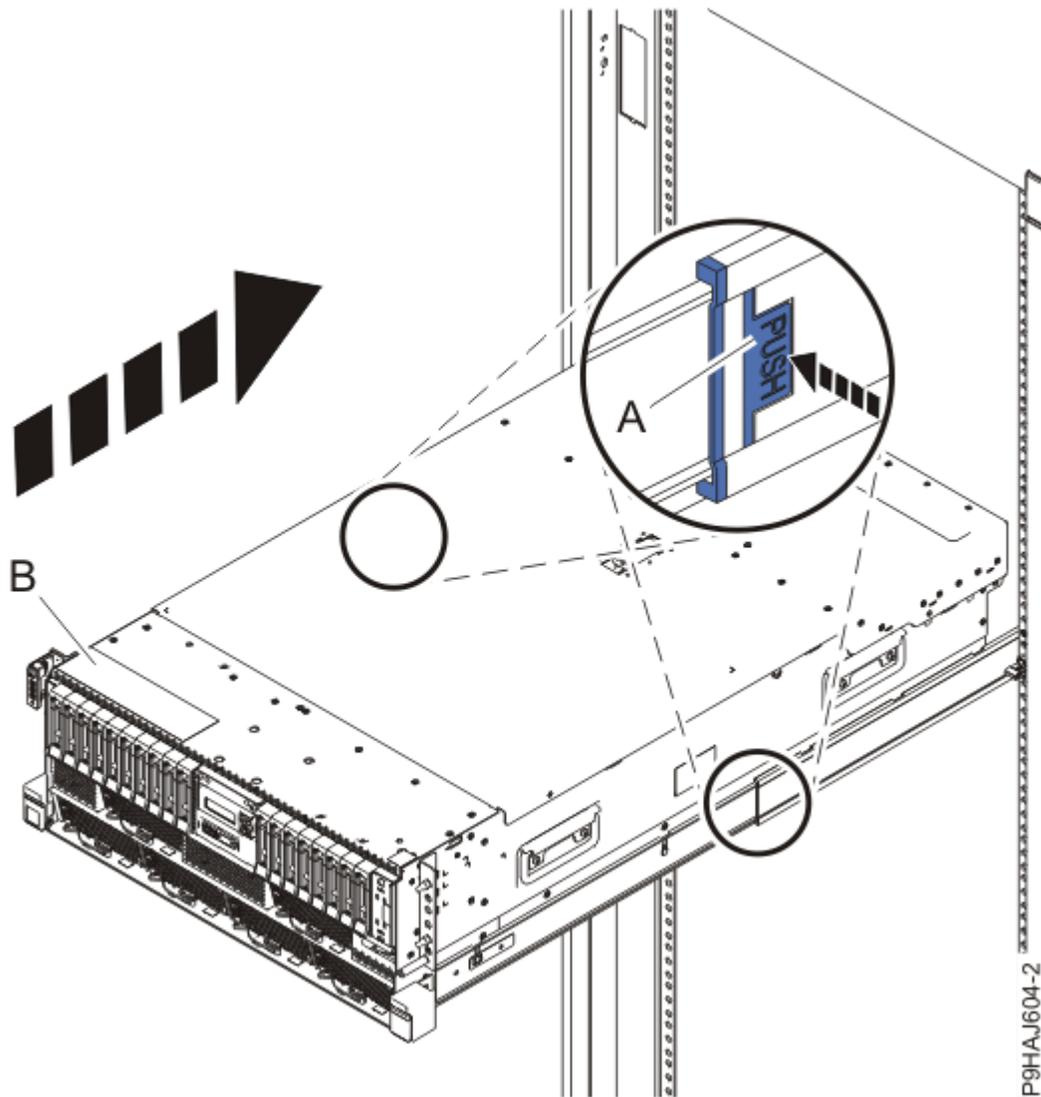

Abbildung 29. System in die Betriebsposition bringen
3. Entriegeln Sie bei einem Einschubsystem die blauen Schienensicherungsverriegelungen **(A)**, indem Sie sie nach innen drücken (siehe Abbildung 29 auf Seite 31).